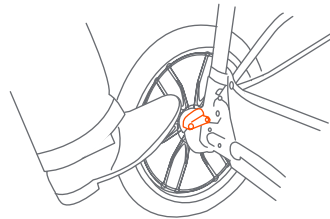

Fig. 14
- 14) • Para aplicar los frenos, ejerza presión hacia abajo a las palancas del freno situada en el eje trasero. El carrito podría requerir un movimiento hacia delante o hacia atrás para activar el freno (Fig. 14). Verifique que el carrito no se mueve una vez que los frenos estén aplicados correctamente. Para soltarlos, levante suavemente la palanca del freno.